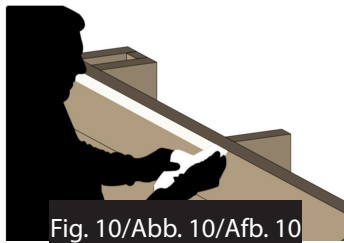

Fig. 10/Abb. 10/Afb. 10
• Kleben Sie das doppelseitige Klebeband, Paneel nach Paneel, auf, indem Sie es am oberen Teil der oberen Bretter ausrichten (Abb. 10). Wenn das Holz ein wenig feucht oder staubig ist, können Sie es mit Sandpapier glätten, um das Anhaften zu erleichtern.